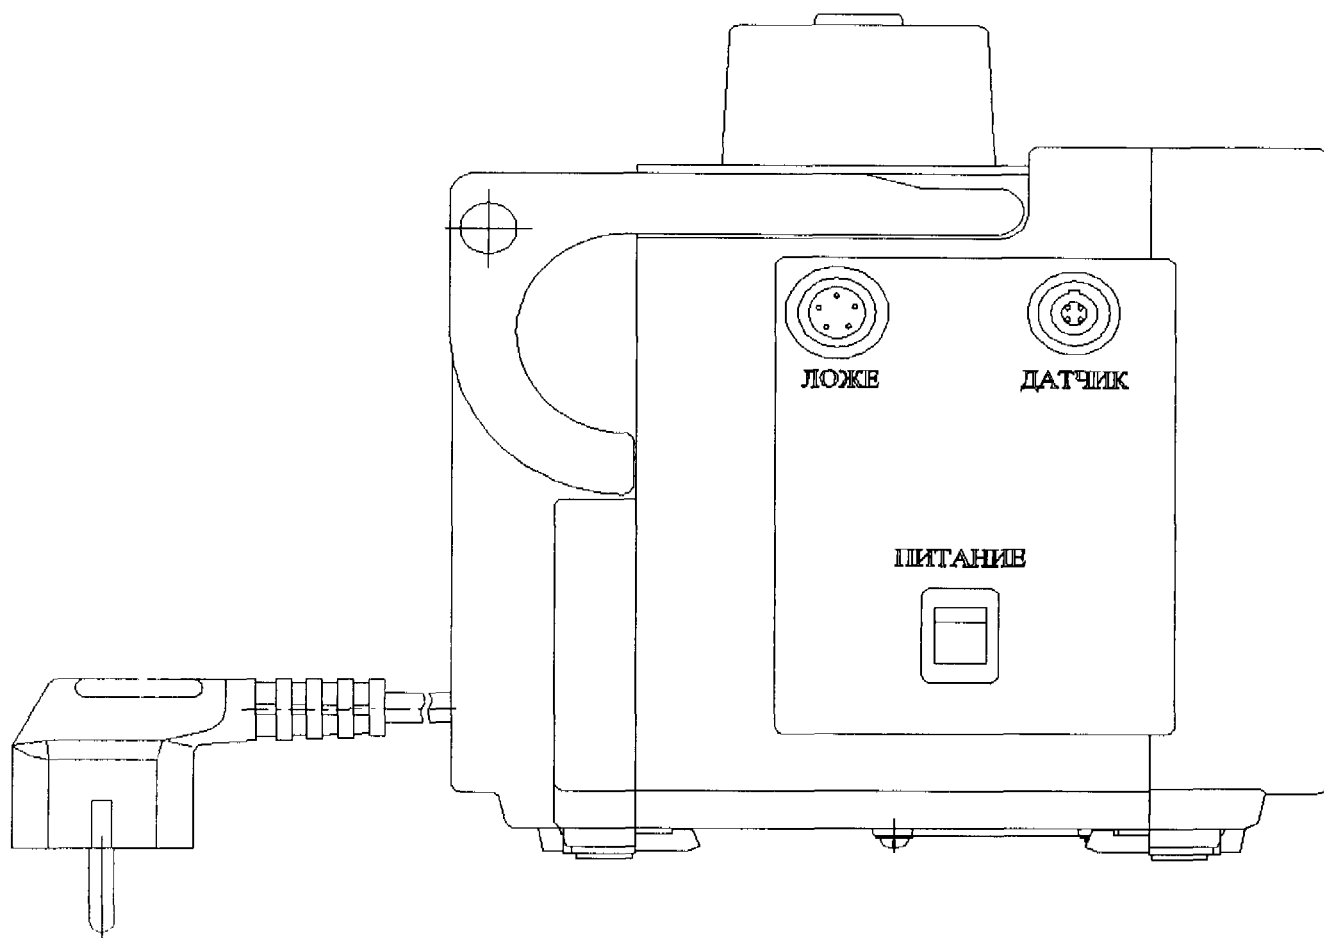

Рисунок 5. Блок управления. Вид сбоку.
1.5.3 На левой боковой поверхности блока управления (см. рисунок 5) расположены: